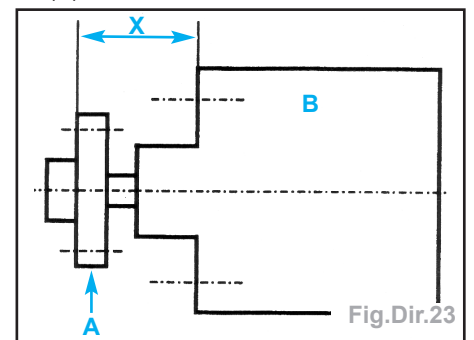

Fig.Dir.23
- Respecter la cote d'emmanchement en intercalant une cale de **38,06 mm** entre le moyeu et le corps de pompe, lors du remontage de celui-ci (Fig.Dir.23) :
- (A) : Moyeu,
- (B) : Pompe de direction assistée,
- (X) : 38,06 mm.